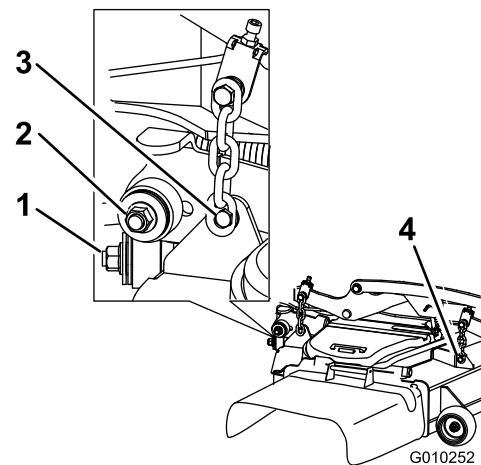

Figura 114
7. Retire y guarde los herrajes de ambos lados de la carcasa, según se muestra en Figura 114.